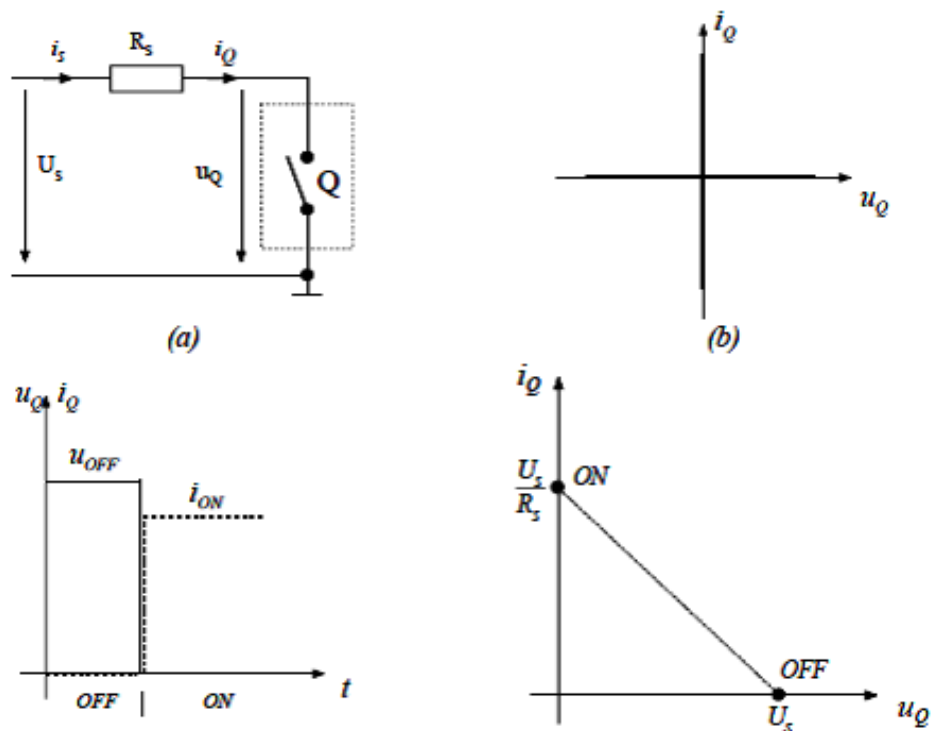

Figure 1 : Représentation schématique d'un interrupteur idéal
La figure.1 présente la caractéristique d'un interrupteur idéal. A l'état bloqué (OFF), la résistance d'isolation est infinie et à l'état fermé (ON), la résistance de passage est nulle.